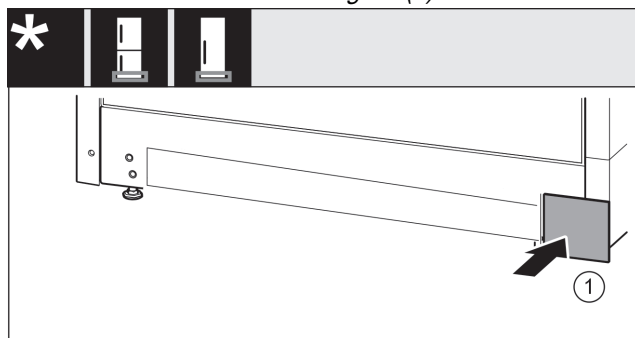

Fig. 17
- ▶ Kryt opět nasadte na druhé straně. Fig. 17 (1)